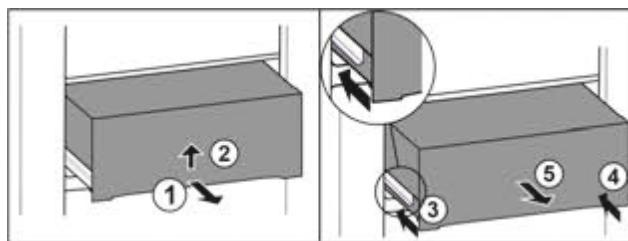

Fig. 68
- Витягніть ящик на половину. Fig. 68 (1)
- Підняти висувний ящик за нижній бік. Fig. 68 (2)
- Встановити ліву рейку. Fig. 68 (3)
- Встановити праву рейку. Fig. 68 (4)
- Вийняти висувний ящик рухом вперед. Fig. 68 (5)